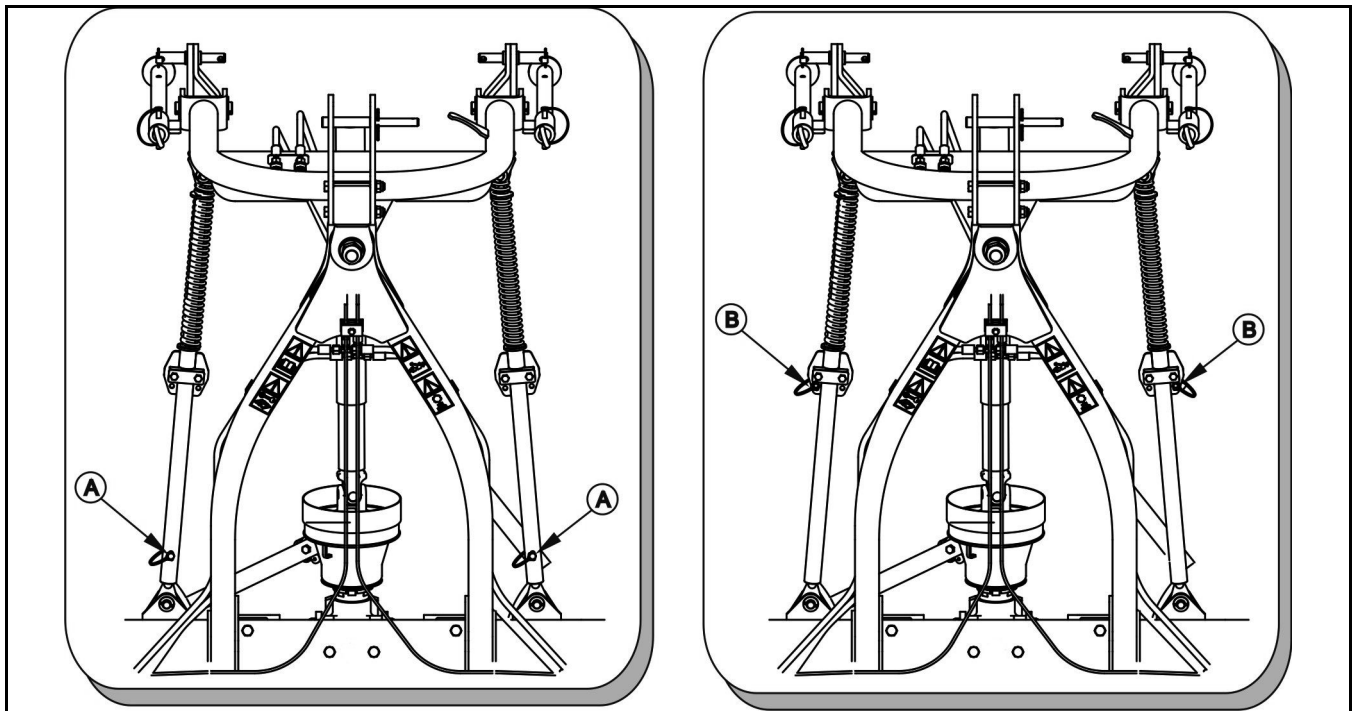

FIGURA 4.4A Ajuste del amortiguador de vibraciones a la posición de funcionamiento.
- Desbloquee el amortiguador de vibraciones henificadora a derecha e izquierda retirando los pasadores de bloqueo (FIGURA 4.4A).